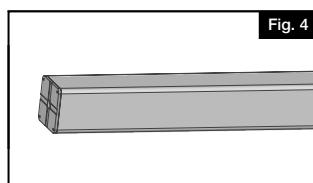

Fig. 4
- Faire glisser la colonne décorative vers le bas sur les bandes de remplissage jusqu'à la plaque de montage inférieure de façon à ce qu'elle soit bien encastrée (Fig. 4).
- Deslice la columna decorativa hacia abajo por encima de las tiras de relleno sobre la placa de montaje inferior hasta que quede como se muestra (Fig. 4).